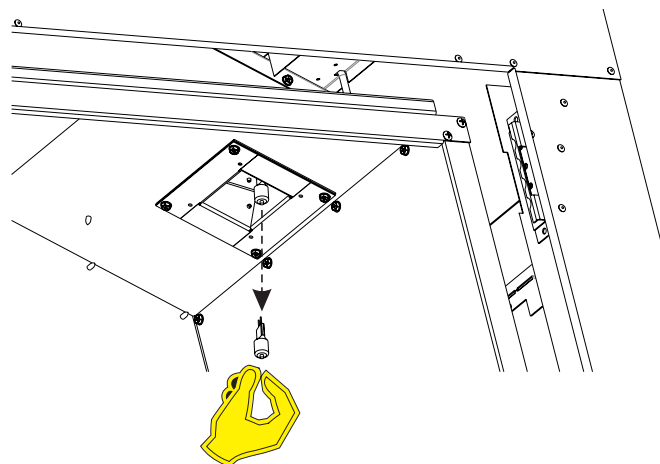

Figure 93
2. Démontez l'ampoule usagée et la remplacez par une neuve. **Voir Figure 93.**